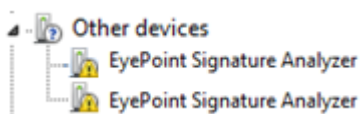

Рисунок 6. Отображение устройств в диспетчере устройств
4. После подключения устройства запустится автоматический поиск драйверов, который, завершится неудачей. Для установки драйверов найдите в "Диспетчере устройств" раздел "Другие устройства", в нем должны быть два устройства EyePoint Signature Analyser (рисунок 6).